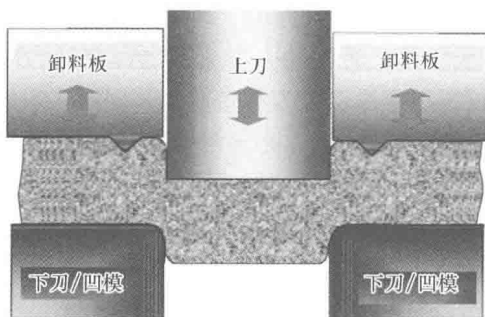
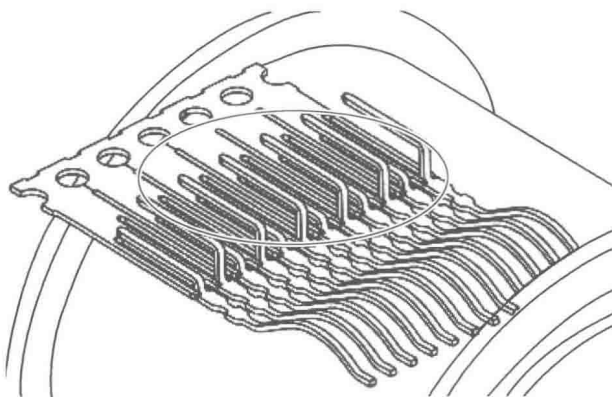

图 3-113 冲断连料或废料的冲裁工艺
图 3-114 采用下料工艺冲出来的端子
1) 下料：冲断中间的废料或连料的冲裁工艺如图 3-113 所示。图 3-114 所示的端子，其焊脚就是直接下料成形生产出来的。具体内容读者可查阅相关资料，这里从略。